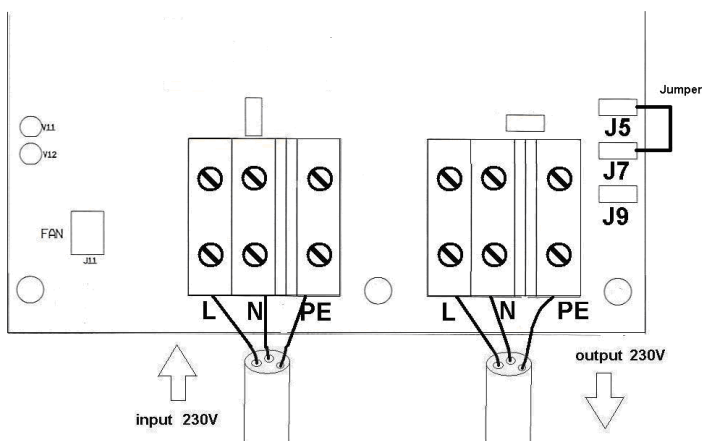

Figure 3: mise à la terre du neutre de sortie
2.3 Mise à la terre du neutre de sortie (figure 3)
Un dispositif de courant résiduel (RCD) ou un disjoncteur différentiel différentiel (GFCI) doit être installé sur le câble de sortie du transformateur d'isolement. Pour que ce RCD fonctionne correctement, le neutre de sortie doit être raccordé à la terre (= toutes les parties métalliques du bateau). Pour ce faire, il suffit de placer un cavalier sur les connecteurs-poussoirs mâles J5 et J7 (voir la figure 3) et de mettre à la terre le boîtier du transformateur d'isolement.